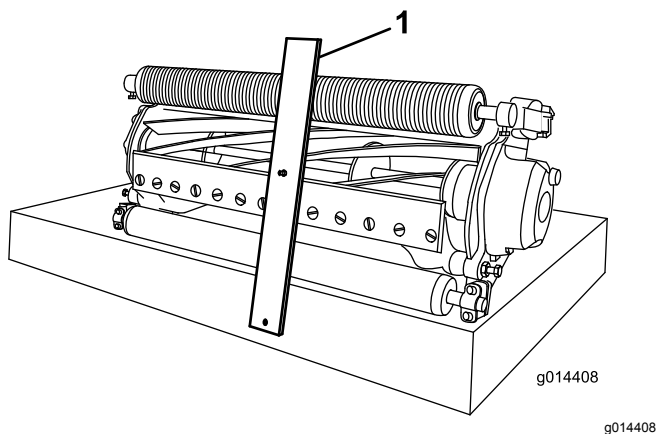

Figura 10
2. Agganciate la testa del bullone del calibro dell'altezza di taglio sul lato destro del tagliente della controlama e appoggiate l'estremità posteriore della barra sulla parte posteriore del rullo (Figura 10).